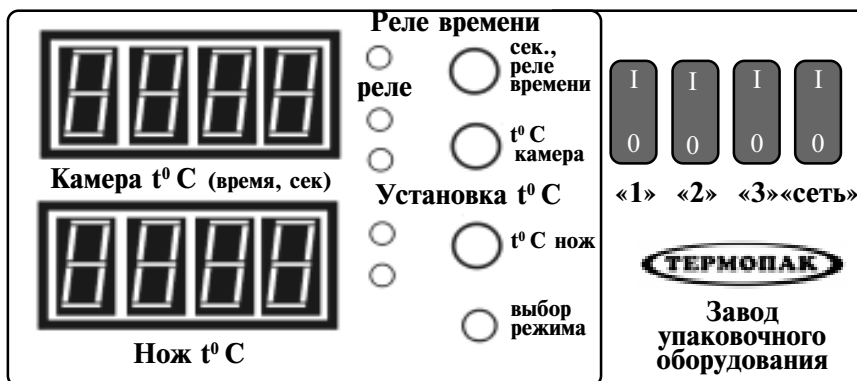

Рис. 2. Пульт управления ТПЦ-550Р
5. Включить тумблер «сеть» (рис. 2) на панели блока управления. При этом должен загореться индикатор внутри тумблера и индикаторы двухдисплейного терморегулятора и заработать электродвигатель 8 циркуляционного вентилятора. Цифровые шкалы терморегулятора отображают текущий тепловой режим термоножа (нижняя шкала) и воздуха в камере (верхняя шкала) (рис. 2).
7. Установить рабочую температуру термонюжа и термокамеры 2, для чего, нажимая на кнопку «выбор режима» на панели терморегулятора 4, включают установку теплового режима (загораются светодиодные индикаторы «установка $t^{\circ}\text{C}$ »), и вращая ручки потенциометров, задают соответствующие показания на шкалах прибора (рис. 2).
6. Примечание. Формирование блоков упаковки из ПЭТ–бутылок и т. п. без использования коробок или подложек рекомендуется осуществлять следующим образом (см. прил.1, рис.2):
1. Выключить тумблеры «1» и «3» (рис. 2).
3. По остывании камеры до 40⁰ – 50⁰ С выключить тумблеры «2» и «сеть» (рис.2).